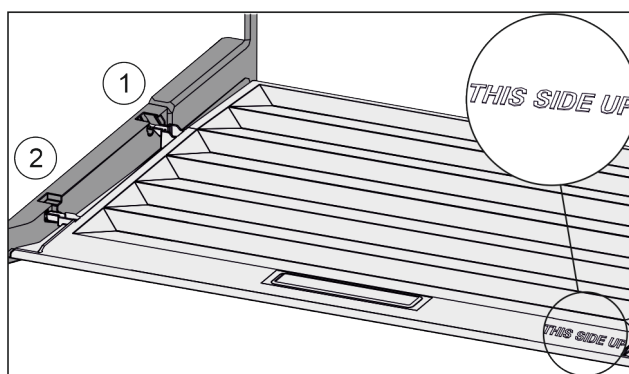

Fig. 46
- ▶ Výstupky víka zavedte do zadních držáků Fig. 46 (1) a vpředu zaklesněte do držáku Fig. 46 (2).